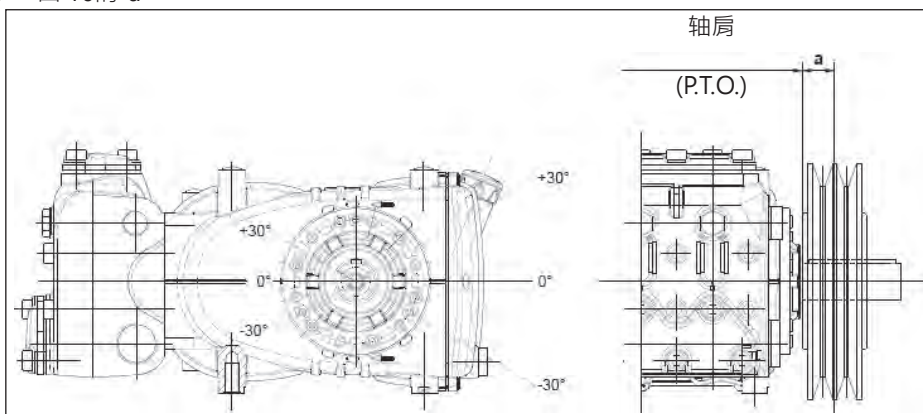

图 10
泵轴上的径向载荷不能超过3000 N(布局定义所必须的数值)。只有该载荷作用在距离轴肩(P.T.O.)的一段最大长度 $a=30$  mm时，传动才被视为适当，见图10。
- b) 使用高效能皮带 - 例如XPB而不是SPB - 同样的功率传递，使用的皮带数量会相对少，继而相对轴肩(P.T.O.)的距离也会减少。图 10的“a”
e) 按照图 10指出的方向张紧皮带，其他需求请联系技术部或售后服务中心。